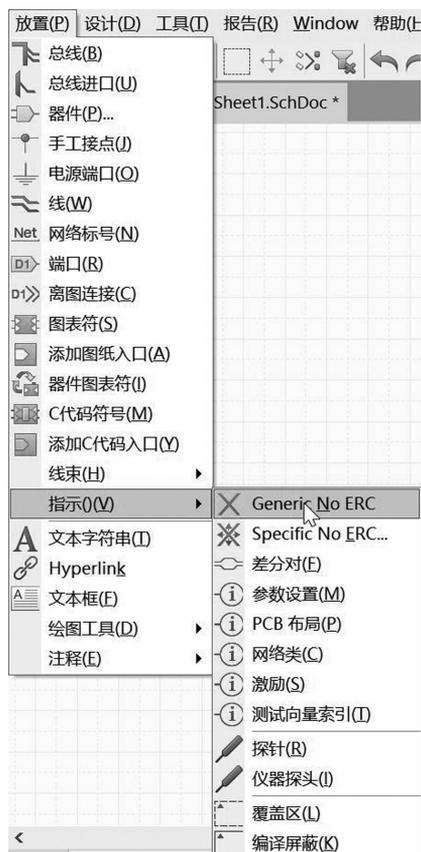

图 4-101 选择“放置”→“指示”→“Generic No ERC”命令
(1) 单击“线”工具栏中的布置“No ERC”标志工具按钮，或者在主菜单中选择“放置”→“指示”→“Generic No ERC”命令，如图 4-101 所示，熟悉 Altium Designer 16 的用户可以使用快捷键“P”→“I”→“N”。